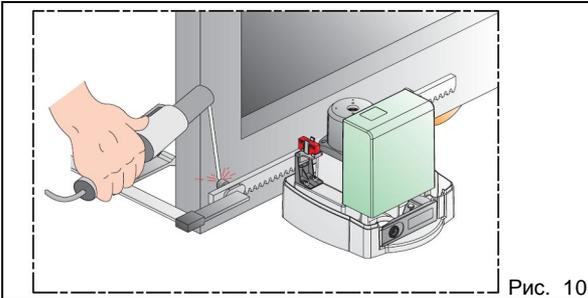

Рис. 10
4. Поставить первый модуль рейки на шестерню и надеть рейку на первую втулку (рис. 10).
5. Зафиксировать рейку на створке ворот при помощи струбцины (рис. 10).
10. Приварить все три втулки к створке ворот (рис. 10).